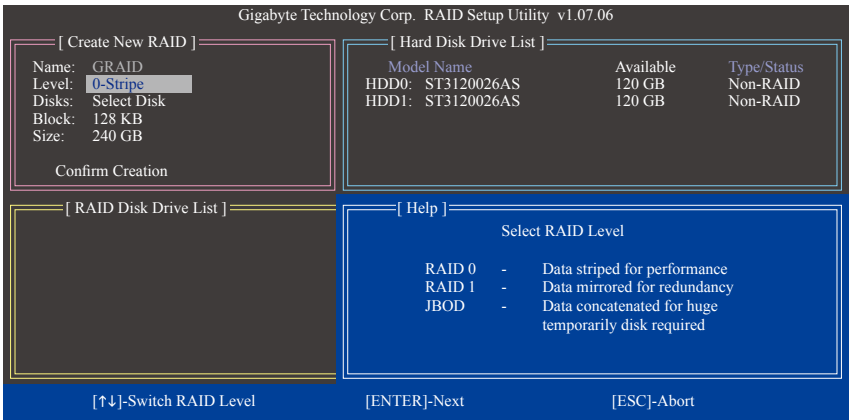

图5
请在「Create New RAID」区依序设置制作磁盘阵列所需的信息。(图5)
2. 选择要制作的磁盘阵列模式(Level): 以<↑>或<↓>键选择要制作的磁盘阵列模式，选项有 RAID 0 (Stripe)、RAID 1 (Mirror)及JBOD (图5)。完成后按<Enter>键移至下一步骤。